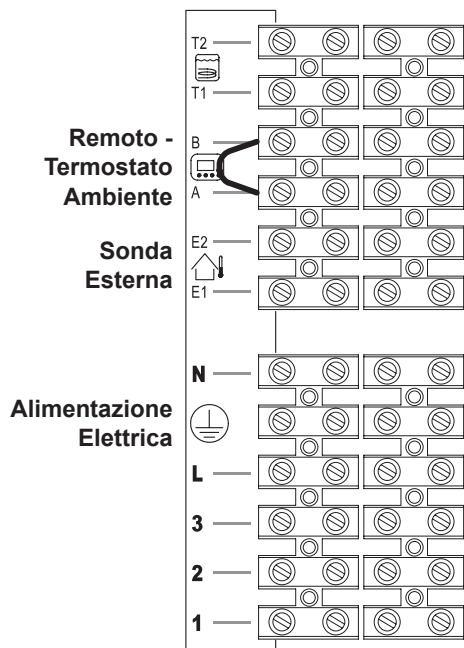

Figura 5.24
Per il collegamento della sonda esterna servirsi dei morsetti indicati in Figura 5.24.
Per il collegamento del remoto servirsi dei morsetti indicati in Figura 5.24.
**Il ponticello elettrico presente tra “A e B” va tolto Figura 5.24.**